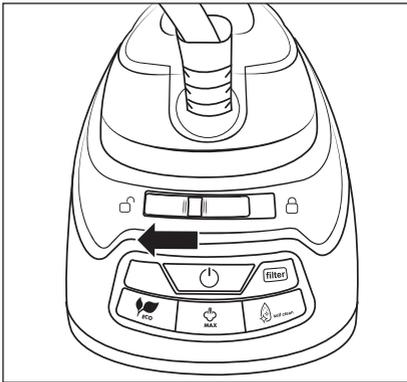

Fig. 4
- 2) Sbloccare il ferro da stiro a vapore ❶ spingendo l'interruttore di blocco ❶ verso sinistra in direzione di ☐ (sbloccato) (vedere fig. 4).